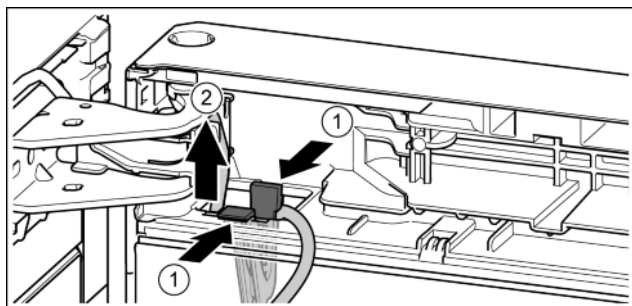

Fig. 20
- ▶ Nacisnąć nakładkę. *Fig. 20 (1)*
- ▶ Uchwyt kabla wyjąć wraz z zamocowanym kablem. *Fig. 20 (2)*